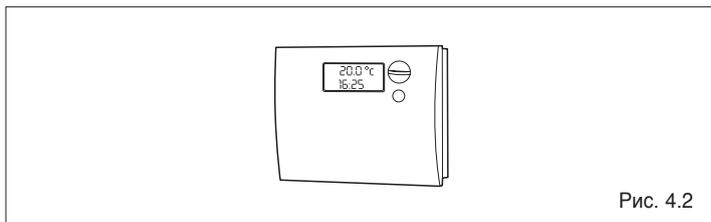

Рис. 4.2
- установите термостат в помещении на требуемую температуру (~20°C), либо, если в системе установлен программируемый таймер или устройство терморегулирования, убедитесь в том, что оно «активировано» и установлено (~ 20°C) (Рис. 4.2)